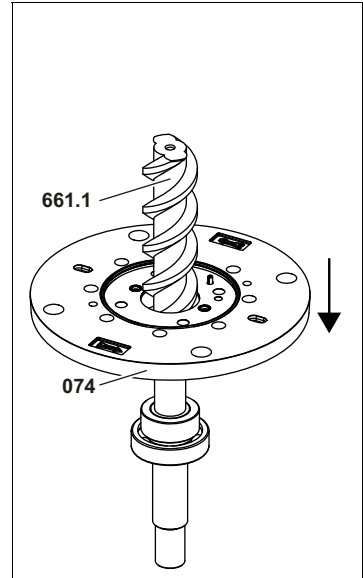

Fig. 27
3. Tourner et tendre la vis principale. Faire glisser le couvercle à bride **074** sur la vis principale, voir Fig. 27, page 39.